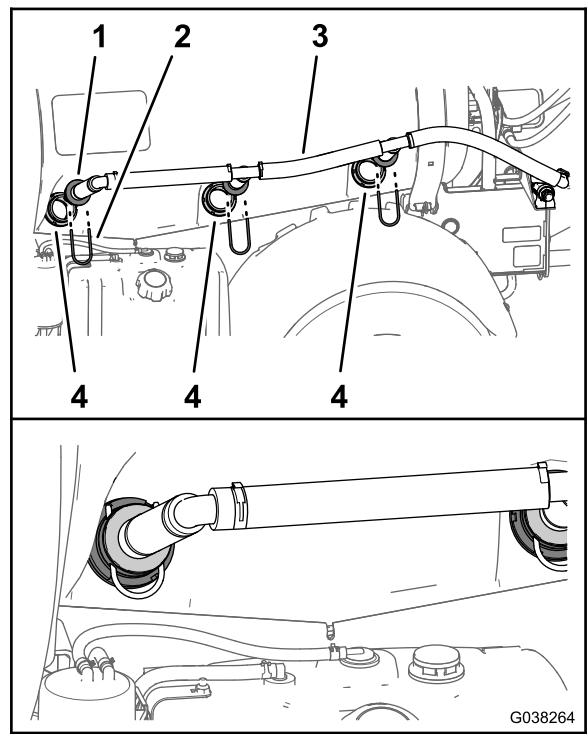

Figure 62
2. Fixez les buses d'agitation avec les 3 étriers (Figure 62) que vous avez retirés à l'opération 1 de Dépose des buses d'agitation de la cuve du pulvérisateur (page 13).
1. Insérez les 3 buses d'agitation du bloc de buses dans les raccords de traversée de la cuve du pulvérisateur (Figure 62).